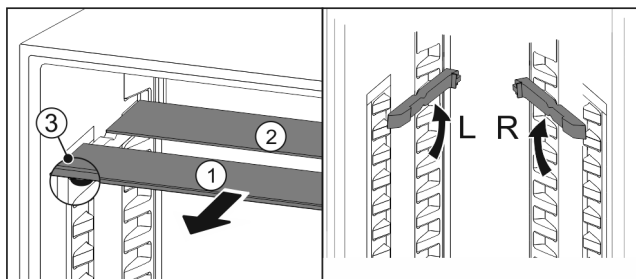

Fig. 145
- Dra ut Fig. 145 (1) glashyllorna framåt en i taget.
- Glashyllan Fig. 145 (1) med dekorlisten ligger längst fram.
- Stoppklackarna Fig. 145 (3) är vända nedåt.